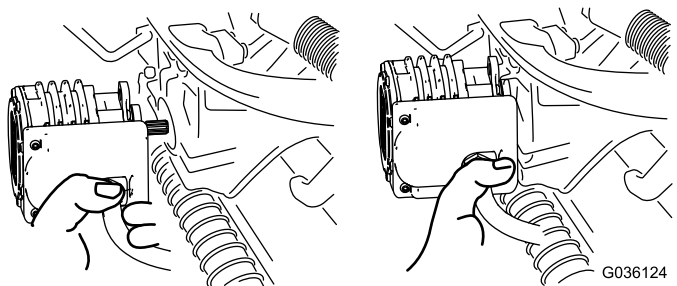

Figura 56
5. Mueva el motor al lugar de almacenamiento en la parte delantera del brazo de suspensión (Figura 56).